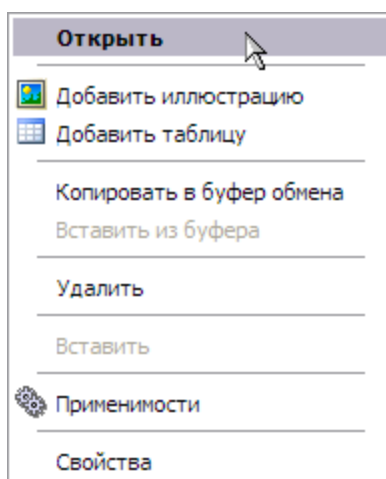

Рис. 5.191
4. В контекстном меню выберите команду **Открыть** (Рис. 5.191).
2. Выберите из контекстного меню команду **Свойства** (Рис. 5.191).